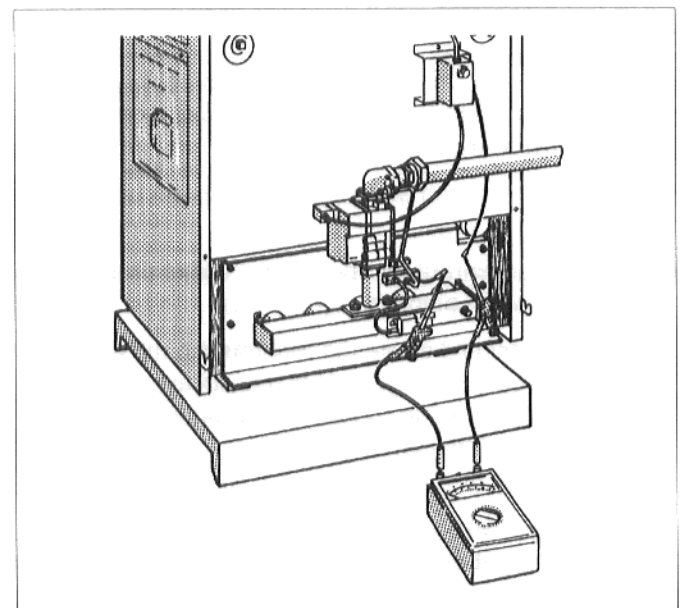

Abb. 12: Ionisationsstrom messen
- Meßgerät an Überwachungskabel und Überwachungselektrode in Reihe anschließen (Abb. 12). Am Meßgerät den  $\mu\text{A}$ -Gleichstrombereich wählen.